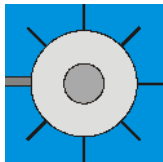

Fig. 4 Suporte do pêndulo de torção com escalamento, visto desde em cima
- Através de giros do suporte da suspensão superior, defletir o travessão de suporte em pequenos passos de ângulo, até que o travessão de suporte encoste no painel de vidro. Como ajuda serve uma escala com graduação de 45° , que foi montada sobre a armação em volta do suporte (ver Fig. 4).